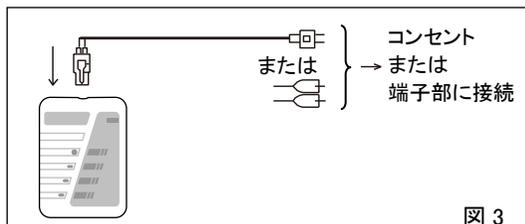

図 3
1. 送信器を電圧チェックしたい端子部に接続してください。〔図3〕回路電圧表示LEDが点滅します。